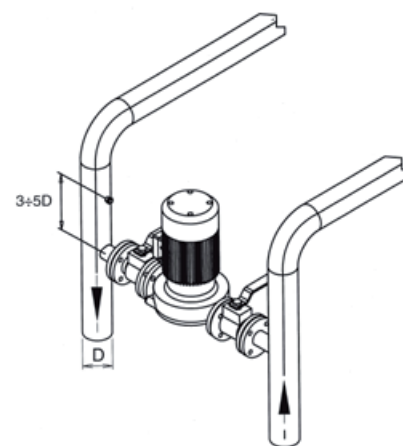

fig. 7
5.5.5 Pompe de recirculation (Fig. 7)